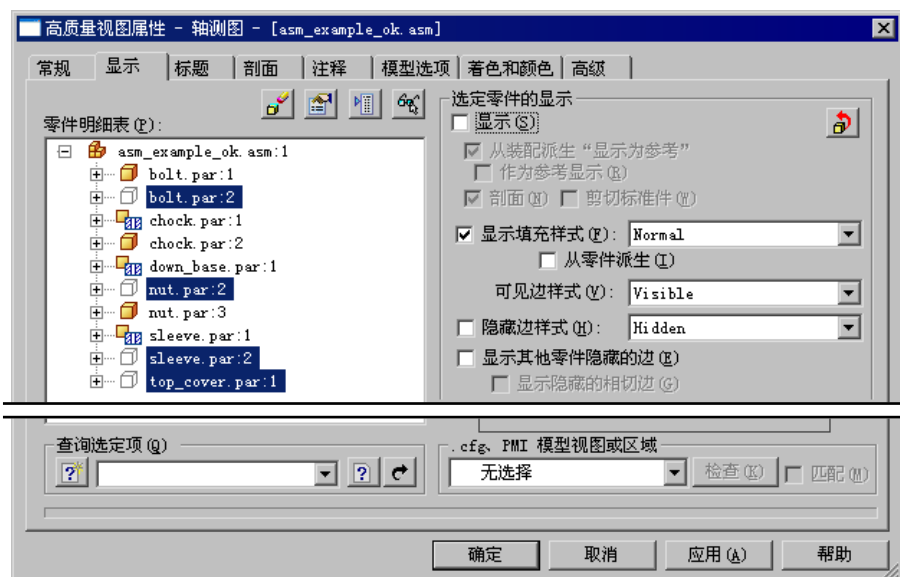

图 5.2.2 “高质量视图属性-轴测图”对话框
Step2. 在图形区单击轴测图, 然后在系统弹出的命令条中单击  命令, 此时系统弹出图 5.2.2 所示的“高质量视图属性-轴测图”对话框。
中选中图 5.2.2 所示的零件，然后取消选中 ☐ 显示(S) 复选框，单击 按钮。